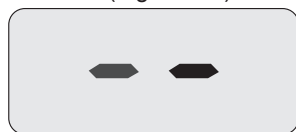
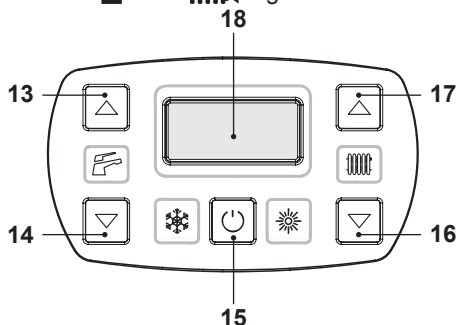

Figura 6.6
Figura 6.7
nando l'interruttore bipolare previsto in installazione Il display LCD visualizza il simbolo   (Figura 6.6).
- Tenere premuto per 2 secondi il tasto 15 fino a far apparire sul display entrambi i simboli  e  Figura 6.7.
- Spegnere la caldaia tenendo premuto per 2 secondi il tasto 15 (Figura 6.7) fino a far apparire sul display LCD il simbolo  (Figura 6.6).